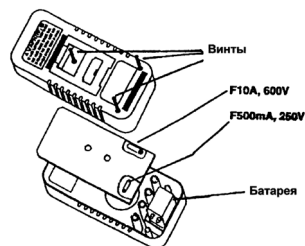

Рис. 6
1. Выкрутите три винта (рис. 6) из крышки корпуса.